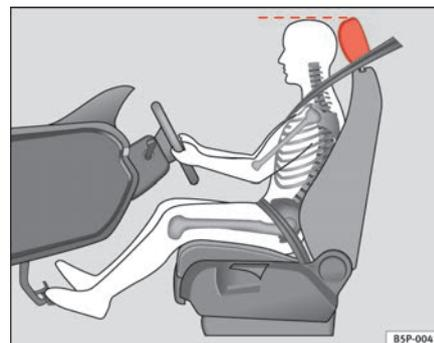

Fig. 2 Ajuste correcto do encosto de cabeça do condutor
- Ajustar os encostos de cabeça de modo a que o rebordo superior do encosto fique alinhado com o alto da sua cabeça ⇒ **fig. 2**.